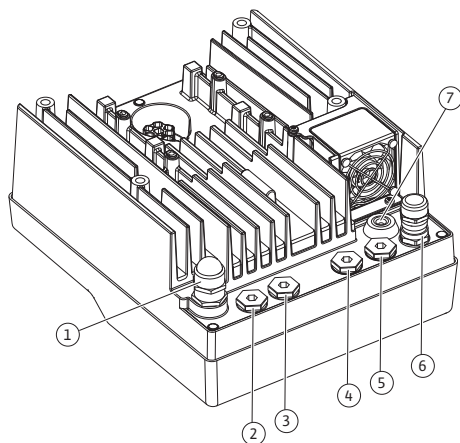

Fig. 19: Kabelförskruvningar/
4. För in anslutningskabeln genom kabelförskrivningen M25 (Fig. 19, pos. 1). Skruva fast kabelförskrivningen med föreskrivna vridmoment.